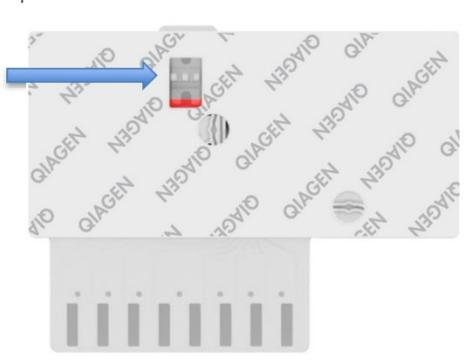

Figura 43. Janela de inspeção de amostras (seta azul).
8. Confirme visualmente se a amostra foi carregada verificando a janela de inspeção de amostras do QIAstat-Dx Respiratory SARS-CoV-2 Panel Cartridge (Figura 43).